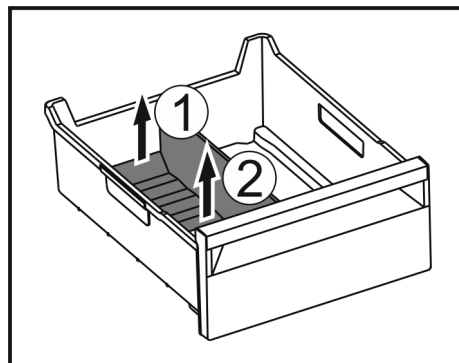

Fig. 184
- ▶ Підняти задню частину перегородки відділення для льоду. Fig. 184 (1)
- ▶ Вилучити перегородку рухом вгору. Fig. 184 (2)